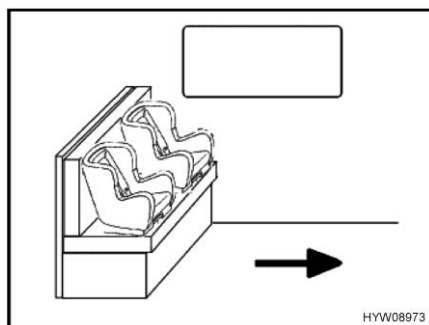
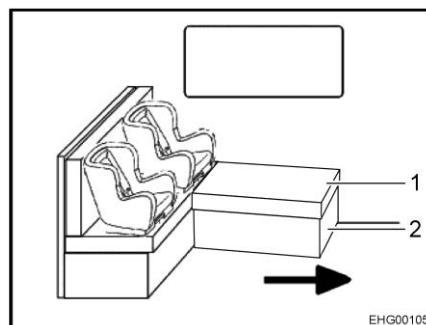

Fig. 23 Seggiolini per bambini sul sedile
Fig. 24 Seggiolini per bambini sul sedile a L
La freccia in Fig. 23 e Fig. 24 indica la direzione di marcia.
- Se necessario, rimuovere il cuscino (Fig. 24,1).
- Se necessario, chiudere la base cassapanca (Fig. 24,2).